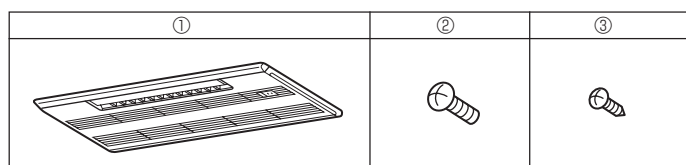

Рис. 5-1
5.1. Проверка содержимого комплекта (Рис. 5-1)